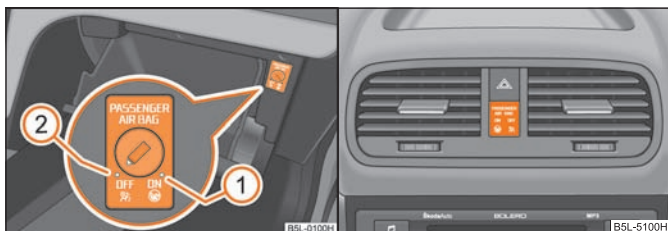

Fig. 145 Compartimento guardabultos: Conmutador para airbag frontal del acompañante / testigo para desconexión de airbag del acompañante
- la desconexión del airbag se señala iluminándose en el centro del tablero de instrumentos el testigo amarillo en el rótulo **PASSENGER AIR BAG OFF** ⓘ ⇒ página 160, fig. 145.
- Gire con la llave la ranura del conmutador del airbag a la posición ② (OFF) ⇒ fig. 145.
- Controle que después de conectado el encendido se encienda también el testigo amarillo de airbag en el rótulo **PASSENGER AIR BAG OFF** ⚠ en la parte central del cuadro de instrumentos ⇒ fig. 145.
- Gire con la llave la ranura del conmutador del airbag a la posición ① (ON) ⇒ fig. 145.
- Controle que después de conectado el encendido se encienda también el testigo amarillo de airbag en el rótulo **PASSENGER AIR BAG ON** ⚠ en la parte central del cuadro de instrumentos ⇒ fig. 145. El testigo de control **ON** ⚠ luce durante 65 segundos después de conectar el encendido.
El testigo de control del airbag se encuentra en la parte central del cuadro de instrumentos ⇒ fig. 145.